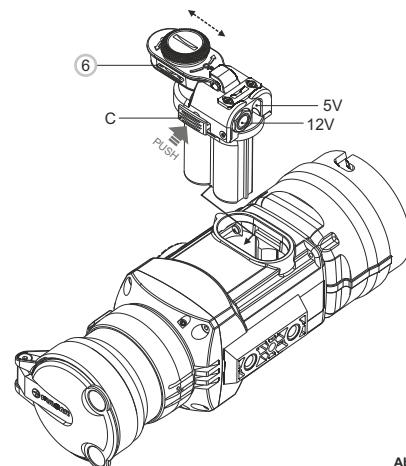

Abb. 3
- Stecken Sie den Adapter in den Batteriebehälter des Monokulars (**s. Abb. 3**) ein. Vergewissern Sie sich, dass die Klinken (**C**) des Adapters beidseitig geschlossen wurden.
- Befestigen Sie den Deckel (6) auf dem Adapter (**s. Abb. 3**).
- Schalten Sie das Gerät ein, indem Sie die Taste “**ON/OFF**” (9) kurz drücken.